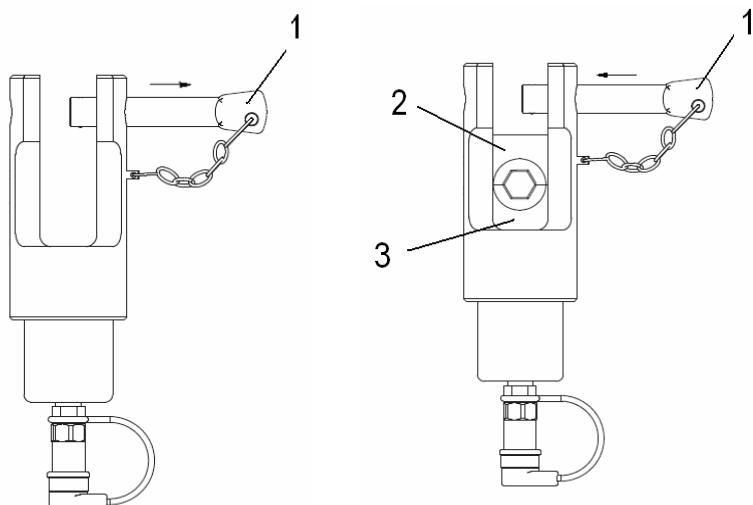

Рис. 1. Смена матриц .
С целью смены зажимной матрицы следует вытянуть шкворень поз.1, ( как на Рис.1) к моменту отблокирования матриц.
- Поместить формирующие матрицы типа **UDF** в головке (смена матриц Рис.1)